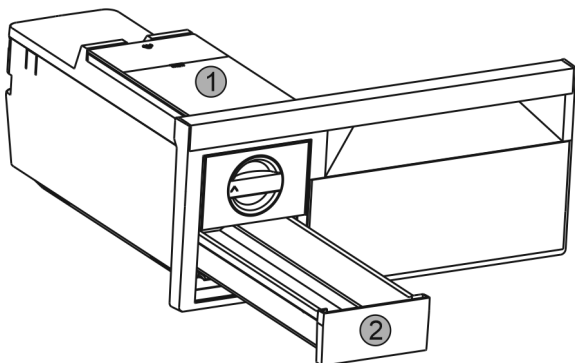

Fig. 28
- ▶ Odoberte nádržku na vodu Fig. 28 (1) a zásuvku na kocky ľadu Fig. 28 (2).